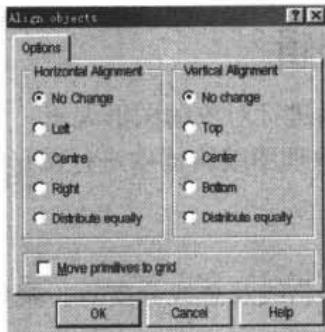

图 4-66 Align objects（对象排列）对话框
**Align:** 此菜单项可以对已选中的对象同时进行横向和纵向两个方向的排列或对齐操作。选择 Align...命令后，系统即弹出如图 4-66 所示的 Align objects（排列对象）对话框。
下面对图 4-66 的选项设置进行说明：
**Align Left:** 将选中的所有对象，向最左边的那个对象靠齐，所有对象的图形左边界处于一条垂直线上，此菜单项与图 4-66 中 Horizontal Alignment 组的 Left 单选项功能相同。
**Align right:** 将选中的所有对象，向最右边的那个对象靠齐，所有对象的图形右边界处于一条垂直线上，此菜单项与图 4-66 中 Horizontal Alignment 组的 Right 单选项功能相同。
**Center Horizontal:** 将选中的所有对象，移动到最左边对象和最右边对象的中间位置，此菜单项与图 4-66 中 Horizontal Alignment 组的 Center 单选项功能相同。
**Distribute Horizontally:** 将选中的所有对象，在水平方向等间距分布，其分布范围为最左边对象到最右边对象的距离，此菜单项与图 4-66 中 Horizontal Alignment 组的 Distribute equally 单选项功能相同。
**Align Top:** 将选中的所有对象，向最顶端的那个对象对齐，所有对象的图形最上边处于一条水平线上，此菜单项与图 4-66 中 Vertical Alignment 组的 Top 单选项功能相同。
**Align Bottom:** 菜单命令的功能正好与 Align Top 相反，它将选中的所有对象，向最底端的那个对象对齐，所有对象的图形最底边处于一条水平线上，此菜单项与图 4-66 中 Vertical Alignment 组的 Bottom 单选项功能相同。
**Center Vertical:** 菜单命令的功能是将选中的所有对象，移动到最上面对象和最下面对象的中间位置，此菜单项与图 4-66 中 Vertical Alignment 组的 Center 单选项功能相同。
**Distribute Vertically:** 菜单命令的功能是将选中的所有对象，在垂直方向等间距分布，其分布范围为最上面对象到最下面对象的距离，此菜单项与图 4-66 中 Vertical Alignment 组的 Distribute equally 单选项功能相同。